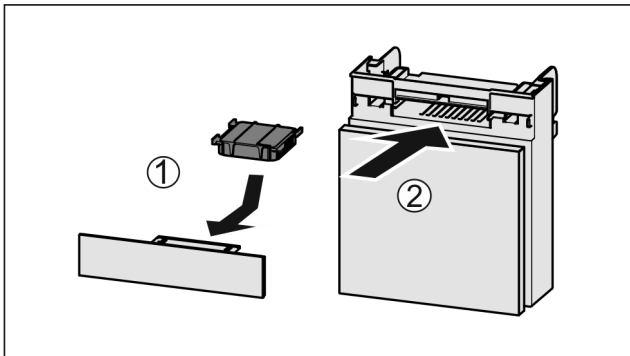

Fig. 255
- ▶ Aktivkohlefilter nach Abbildung einsetzen Fig. 255 (1).
- ▶ Fach einschieben Fig. 255 (2).